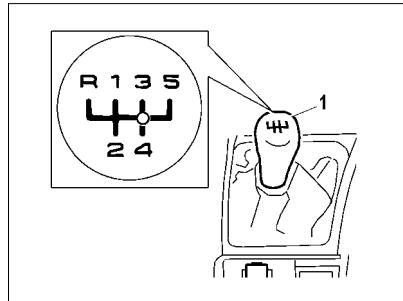

Рис. 36. Рычаг переключения передач
**о** (рис. 36) – нейтральное положение.